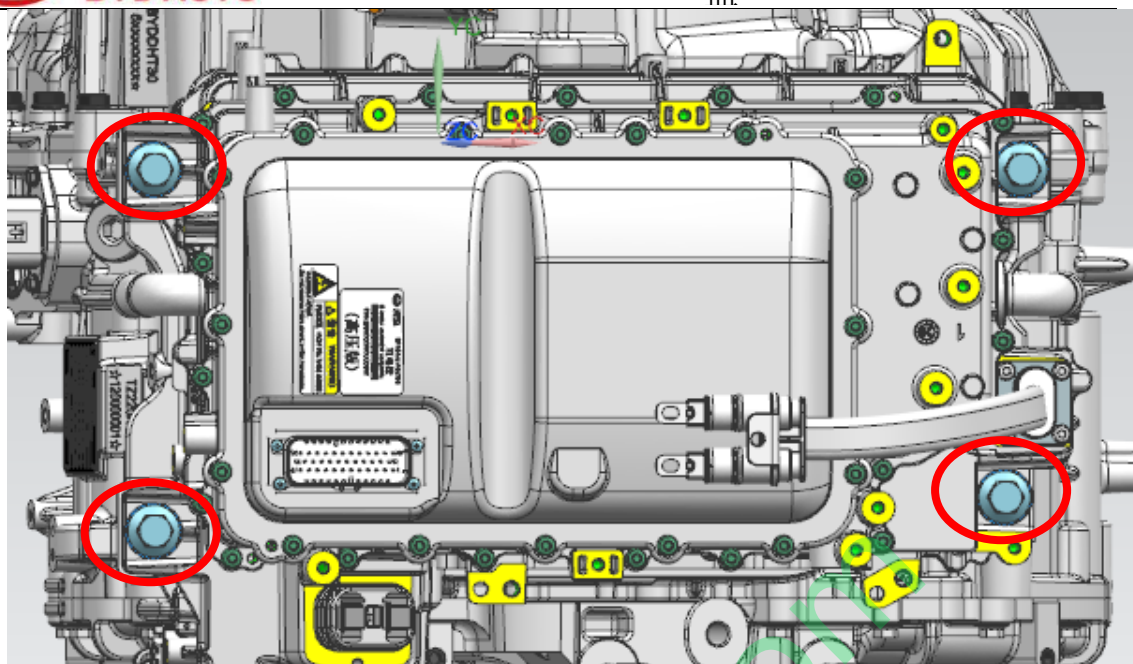

图6 电控安装支脚六角法兰盘螺栓
(4) 拆解电控四个安装支脚上的六角法兰盘螺栓（安装时，螺栓紧固力矩 $50\pm 3\text{N.m}$ ），如图 6 所示。